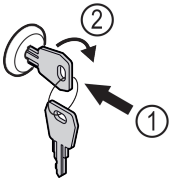

Fig. 195 Примерное изображение
- ▶ Вставьте ключ Fig. 195 (1).
- ▶ Поверните ключ на 90° по часовой стрелке Fig. 195 (2).